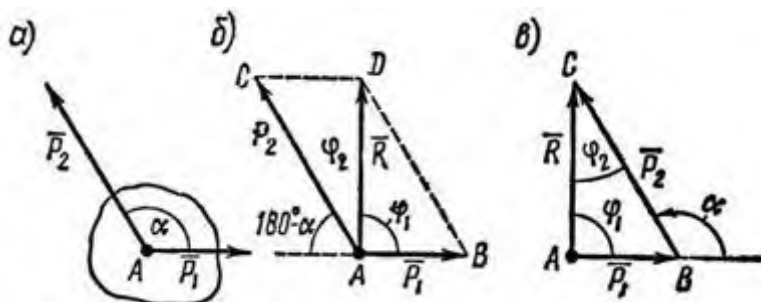

Рисунок 1
**Задача 1.** Определить равнодействующую двух сил  $\vec{P}_1$  и  $\vec{P}_2$ , модули которых соответственно равны  $P_1 = 40$  Н и  $P_2 = 80$  Н; сила  $\vec{P}_1$  направлена горизонтально вправо, а образует с  $\vec{P}_2$  угол  $\alpha = 120^\circ$  (рис.1).